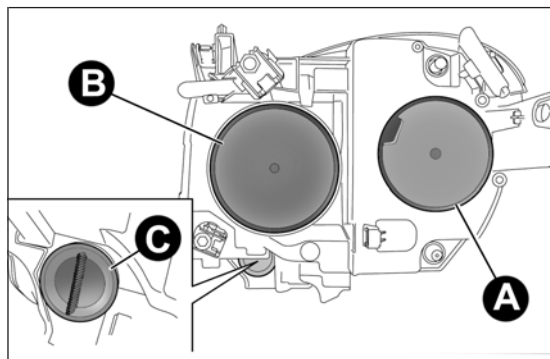

fig. 140
Contengono le lampade delle luci di posizione/luci diurne (D.R.L.), abbaglianti, anabbaglianti e direzione. La disposizione delle lampade è la seguente fig. 140:
- ☐ rimonta infine il coperchio A fig. 140.
- ☐ togli il coperchio B fig. 140;
- ☐ rimonta infine il coperchio B fig. 140.
- ☐ ruota di $\frac{1}{4}$ di giro in senso antiorario il coperchio C fig. 140;